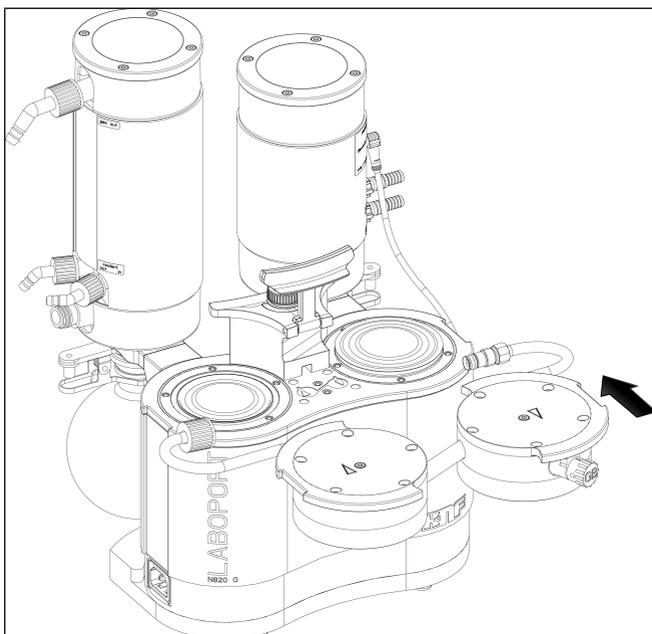

Abb.29: Pumpenkopf montieren
1. Bringen Sie die Membranen (7) in Mittelstellung.
2. Drücken Sie den Rand beider Membranen (7) rundum an.
3. Setzen Sie den Kopfdeckel (3) entsprechend des Passstiftes (5) auf die Zwischenplatte (6).
4. Setzen Sie die Druckplatte (2) entsprechend des Bleistiftstrichs auf den Kopfdeckel (3).
6. Setzen Sie die Pumpenköpfe (bestehend aus Kopfdeckel (3), Zwischenplatte (6) mit Ventilplatten/Dichtungen (4) und Druckplatte (2)) zusammen mit dem Verschaltungsrohr entsprechend dem Bleistiftstrich auf das Pumpengehäuse (siehe Abb. 29).
**i** Achten Sie dabei darauf, dass die Schlauchverbindung (11) gerade in den Abscheideradapter eingeführt wird.
7. Schrauben Sie die Überwurfschraube der Schlauchverbindung (11) 1-2 Umdrehungen von Hand ein.